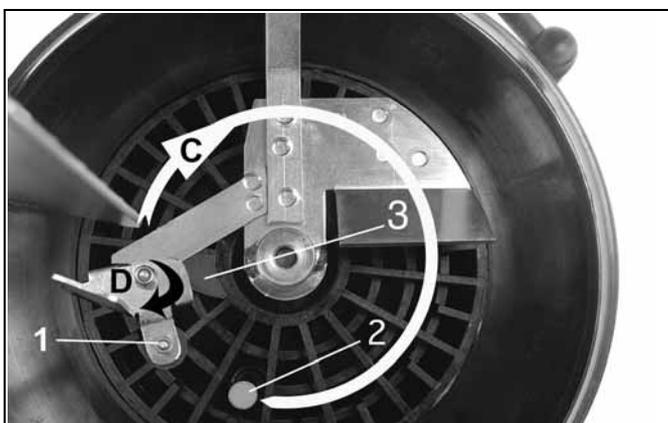

Abb. 8-2 Fortsetzung: Komponenten der Leermelde-Einheit (Behälter leer)
- Ist kein Gegendruck durch den Schmierstoff vorhanden, bleibt der Rundmagnet 1 (Abb. 8-2) nach dem Überfahren des Steuernockens 3 in der äußeren Umlaufbahn C.
- Das Leitblech mit dem Rundmagneten 1 bleibt ausgelenkt (D).